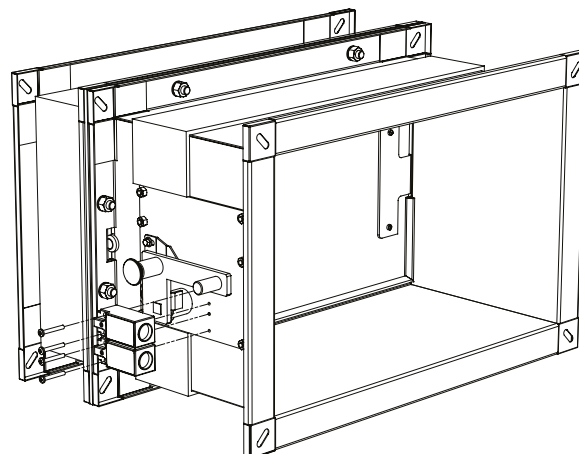

FIG. 5 Estrazione microinterruttori
- 3 - Svitare le viti di fissaggio dei microinterruttori (come in FIG. 5);